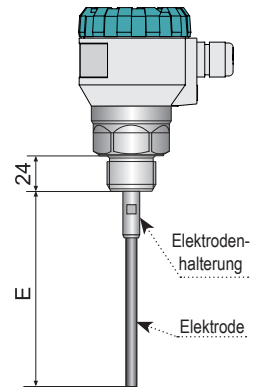

Abb. 30: Skizze des Füllstandsmessers mit dem Maß „E“
1. Die Messelektrode ist anhand der Skizze anzufertigen (Abb. 30). Die Länge der Elektrode muss um 7 mm kürzer als das Maß „E“ in der Abb. 27 sein. Als Material der Messelektrode ist Edelstahl 1.4404 (AISI 316 L) oder ähnlicher Werkstoff anhand der Anwendung zu verwenden.